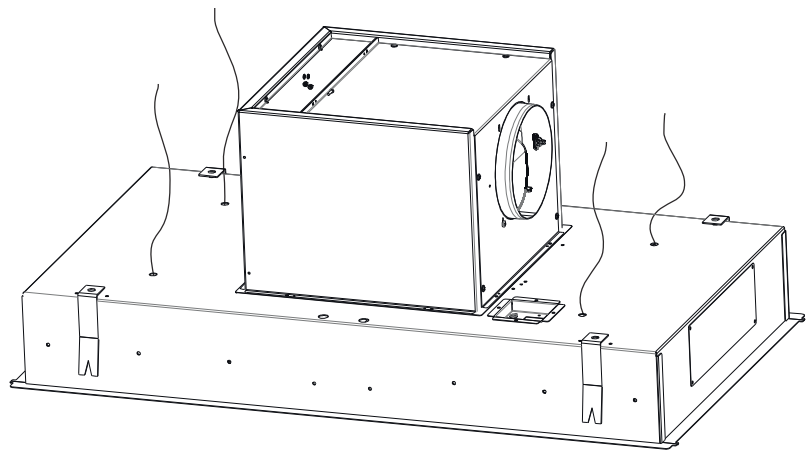

Fig. 10
4. ▶ Skub nu stålwirerne igennem fra toppen og ned i emhætten igennem sikkerhedslåsen (Fig. 10).